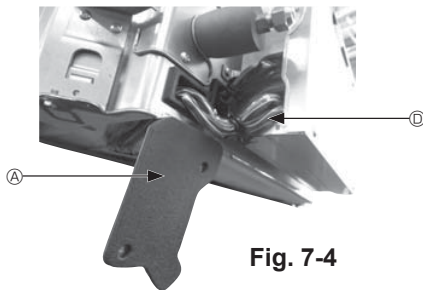

Fig. 7-4
- ① Retire los dos tornillos que sujetan la cubierta de alambre de la unidad principal, y luego abra la cubierta.
- ② Pase los cables del sensor i-See y del receptor de señales por las entradas de cable de la caja de componentes eléctricos, tal como se muestra en el diagrama y alrededor de los casquillos del lado de la unidad principal. (Fig. 7-4) Al pasar los cables, abra la abrazadera que sujeta el cable de enlace de la rejilla, y luego sujete dicho cable y los cables del sensor i-See y del receptor de señales con la abrazadera.